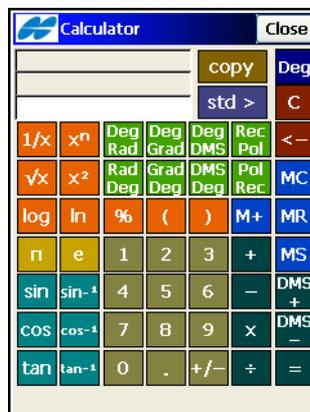

Abbildung 10-7. Wissenschaftlicher Rechenmodus
- **sci** wechselt in den wissenschaftlichen Rechenmodus (Abbildung 10-7).